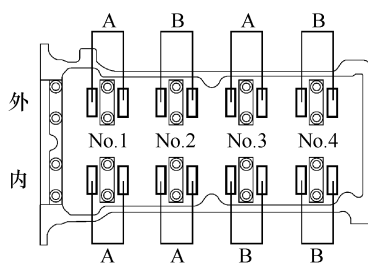

图 5-17 气门间隙检查位置
2) 在图 5-17 中所示的 A 位置测量气门间隙。
4) 在图 5-17 中所示的 B 位置测量气门间隙。